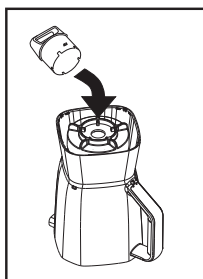

Fig. 17
4. Voltee el disco de fondo roscado negro para el vaso de 2 L hacia abajo y colóquelo en la parte inferior roscada del vaso sobre la parte inferior de la cuchilla. Gire hacia la derecha para ajustar (Fig. 17). Asegúrese de que la parte inferior roscada del vaso esté fija al vaso antes de usar.